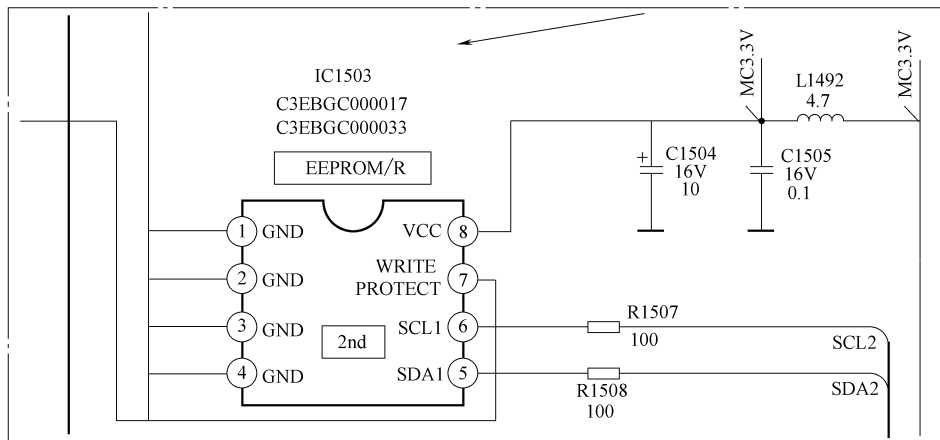

图 5-106 IC1503 相关电路截图
- 2) IC1503 相关电路截图如图 5-106 所示。